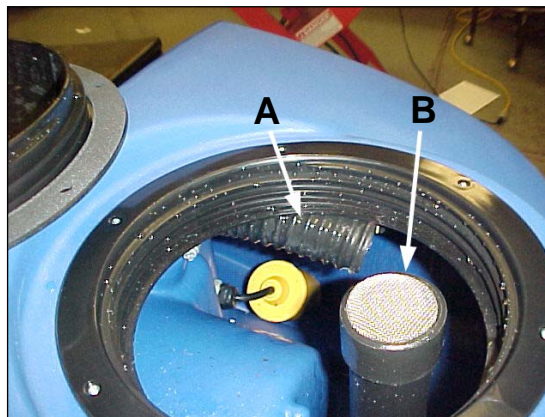

Figura 41
3. Manguera de recuperación - Coloque la manguera de jardín dentro del depósito de recuperación. La manguera de recuperación está ubicada detrás del borde roscado (consulte la figura 41, A). **NOTA: No coloque la manguera en la entrada de vacío (consulte la figura 41, B), se producirán daños.**